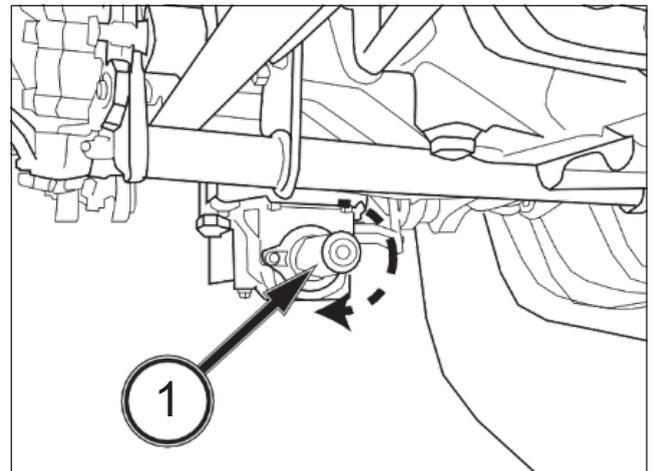

FIG. 60
FIG. 60: La TDF ventral (1) (15 acanaladuras, 25,4 mm de diámetro) es un árbol orientado hacia la parte delantera y situado bajo el tractor. Este accesorio permite accionar los equipamientos montados en el centro o delante.